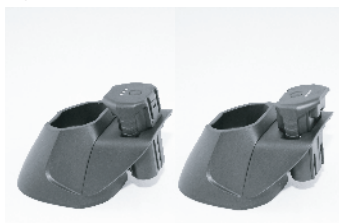

Fig. 27
1. Insérer la batterie comme illustré (fig. 27), avec les contacts vers le bas. L'insertion est possible dans les deux sens.